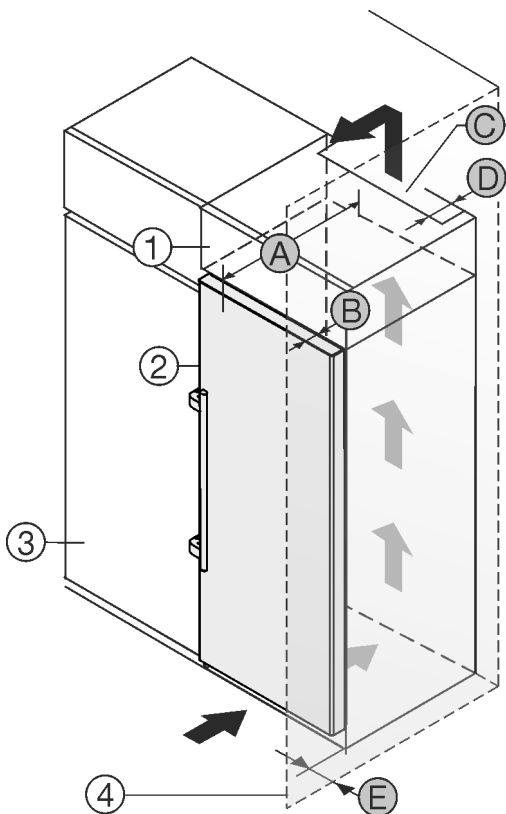

Fig. 2
Vous pouvez placer le réfrigérateur directement à côté de l'armoire de cuisine Fig. 2 (3)\*
Une sortie d'air avec la profondeur Fig. 2 (D) doit être présente au dos de la rehausse sur toute sa largeur.\*
La section de ventilation Fig. 2 (C) sous plafond doit être respectée.\*
Si le réfrigérateur est installé avec les charnières près d'une paroi Fig. 2 (4), la distance entre le réfrigérateur et la paroi doit être d'au moins 57 mm. Cela correspond au dépassement de la poignée lorsque la porte est ouverte.\*
Pour pouvoir ouvrir complètement les portes, le réfrigérateur doit dépasser de la profondeur de la porte Fig. 2 (B) par rapport à la façade du placard. L'appareil peut déborder encore plus en fonction de la profondeur des placards Fig. 2 (3) et de l'utilisation de cales d'épaisseur.\*